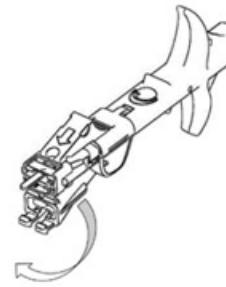

Fig. 4
6. Solte cuidadosamente o cartucho do gancho. Certifique-se de verificar a ponta do cartucho. Dobre o bico do cartucho em 180 graus até que ele se encaixe no lugar, conforme mostrado na Fig. 4